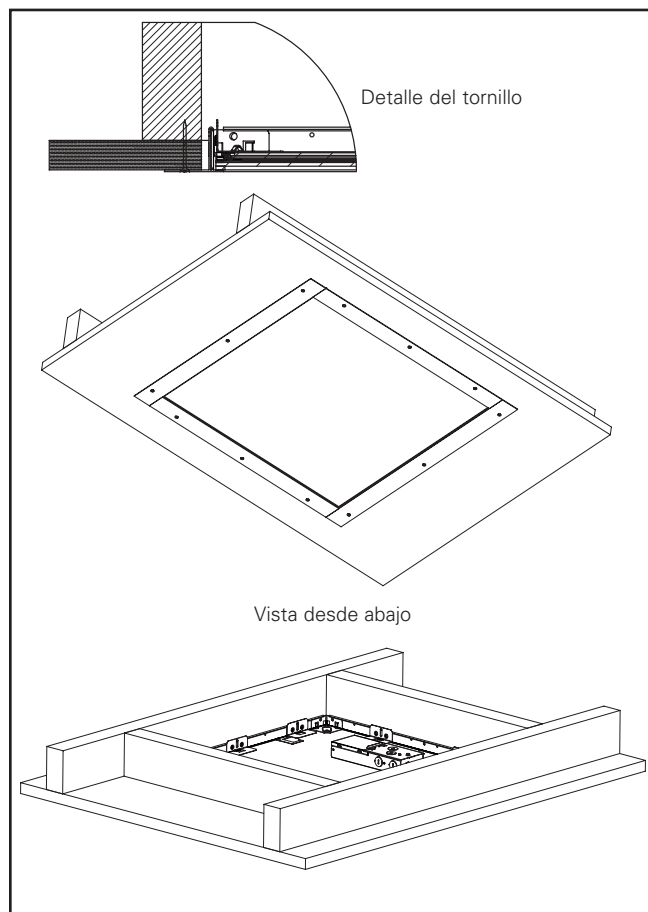

Figura 4.
4. Instalación final (Figura 4.)